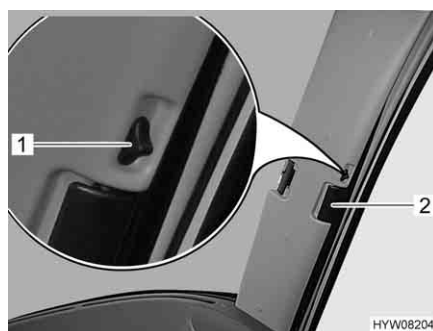

Fig. 56 Tendina oscurante pieghevole per il finestrino del conducente/passeggero
- Spingere il bottone di bloccaggio (Fig. 56,1) verso l'alto.
- Con la levetta (Fig. 56,2) tirare le tendine oscuranti pieghevoli per il finestrino del guidatore e del passeggero verso l'altro lato della finestra e congiungerle alle strisce magnetiche.
- Inserire fino all'arresto le tendine oscuranti pieghevoli per il finestrino del guidatore e del passeggero per la maniglia (Fig. 56,2).
- Spingere il bottone di bloccaggio (Fig. 56,1) in basso.